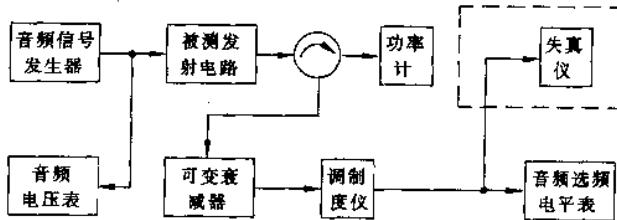

图 2-6
标准测量频偏的接线图如图 2-6 所示,其基本步骤如下:
- 在图 2-6 中,使音频信号发生器输出 $1\text{kHz}$ 单音,发射电路以额定功率输出。调节衰减器使调制度仪输入的射频信号电平合适,调节音频源电平使频偏值为最大允许频偏的 $60\%$ ,此时音频电压表的读数即为调制灵敏度。
非线性失真系数是指音频输入端加入标准测试音调时,在发射电路输出端经解调测得的两次及更高次音频谐波成份的总有效值与整个信号的有效值之比,通常用百分数表示。其标准测量方法是:按图 2-6,在调制度仪低频输出端上接入非线性失真仪,音频源输出一个使发射电路产生标准测试音调制的信号,发射电路以额定功率工作,读取非线性失真仪上的读数,即为该发射电路的音频谐波非线性失真系数。无绳电话主机的失真系数不大于 $7\%$ ,副机的失真系数一般不大于 $10\%$ 。
寄生调幅是指发射电路的已调信号上呈现的寄生幅度调制。它是发射电路在标准测试音调制下工作时,输出调频信号的调幅系数,通常用百分数表示。其标准测量方法是:在图 2-6 中,调节音频信号发生器,使发射电路工作于标准测试音调制,直接用调制度仪中的调幅系数量程测试其寄生调幅。无绳电话的寄生调幅应不大于 $3\%$ 。